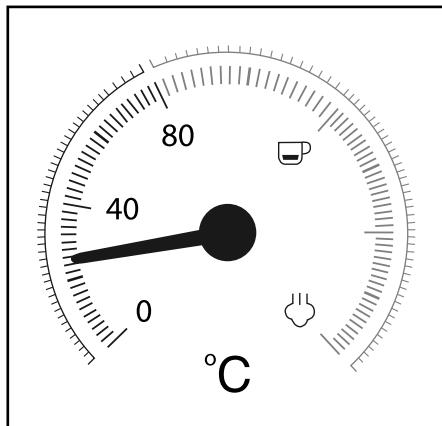

Figura 1
El indicador de temperatura ② muestra el nivel de calentamiento del aparato (Figura 1).